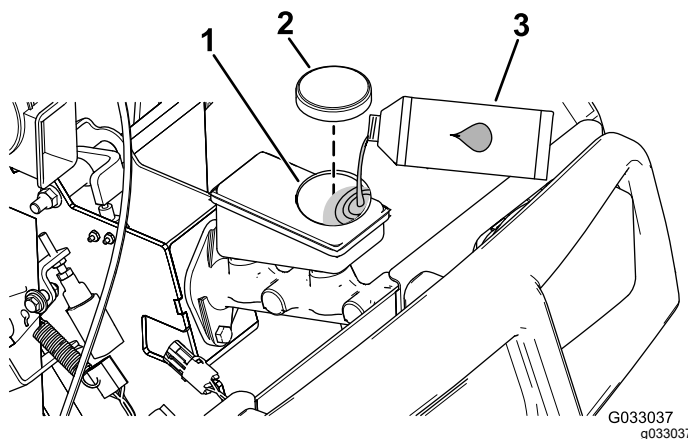

Figura 52
4. Levante el capó para acceder al cilindro del freno principal y al depósito (Figura 52).
- A. Limpie la zona alrededor del tapón del depósito y retire el tapón (Figura 52).
- C. Coloque el tapón del depósito (Figura 52).